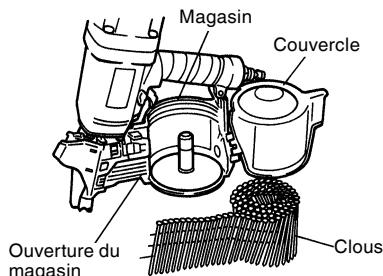

Fig. 4
- Chargez les clous dans le magasin. À ce moment, si la section enroulée des clous est insérée après qu'elle a été tirée une fois au préalable, le travail s'en trouvera considérablement facilité. (Fig. 4)